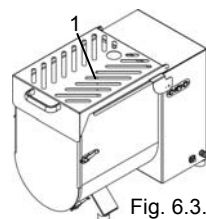

Fig. 6.3.1
- Levantar la rejilla superior "1" Fig. 6.3.1.